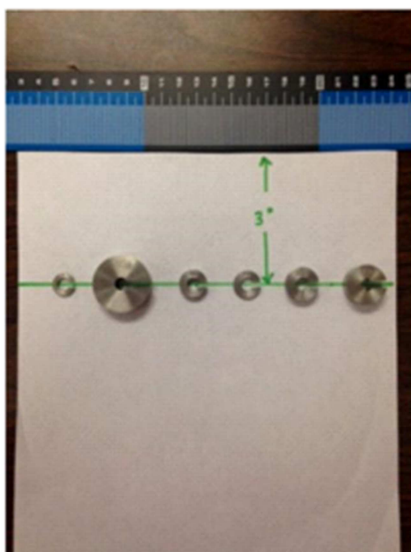

Figura 5-1
- Coloque una regla en la parte superior del papel, como se muestra en la Figura 5-1, de modo que el extremo opuesto del papel quede colgando de la mesa aproximadamente dos pulgadas
- Alinee uno de cada tamaño de masas de peso diferentes en la línea como se muestra en la Figura 5-1.